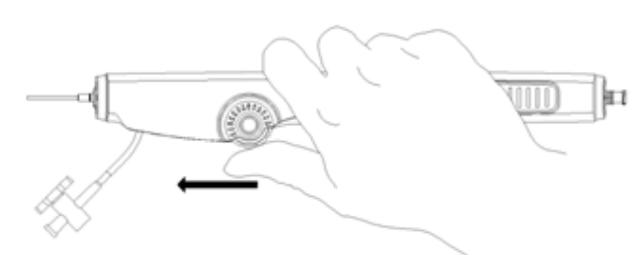

Figura 2: Despliegue del stent mediante el dial de sintonización
Para el despliegue del stent, se debe quitar el pasador de bloqueo (15). La retracción de la funda se logra por el mango (13) ubicando una posición fija y girando el dial de sintonización (14). El despliegue se inicia girando el dial de sintonización (14) con el dedo pulgar [ver Figura 2] hasta que los marcadores distales de la endoprótesis y el extremo distal de la endoprótesis estén visiblemente cerca de la pared del vaso.